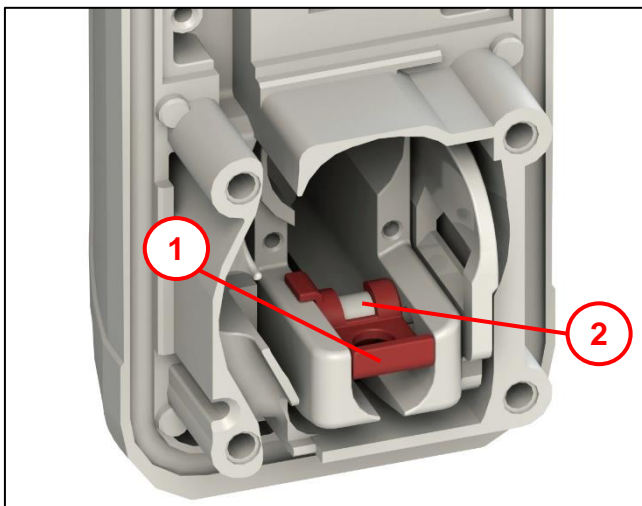

Abb. 69
- Schwenkhebelgriff (1) mit Schrank-/Schachtschlüssel (2) öffnen.
- Beachten:** Bei Einsatz eines Einzelschwenkhebels Fabrikat EMKA, weiter bei Abb. 69.